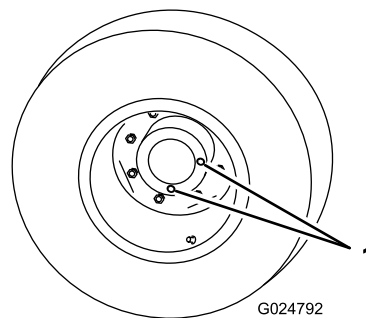

Рисунок 67
2. Расположите колесо так, чтобы одна из контрольных пробок находилась в самом нижнем положении (6 часов) (Рисунок 67).